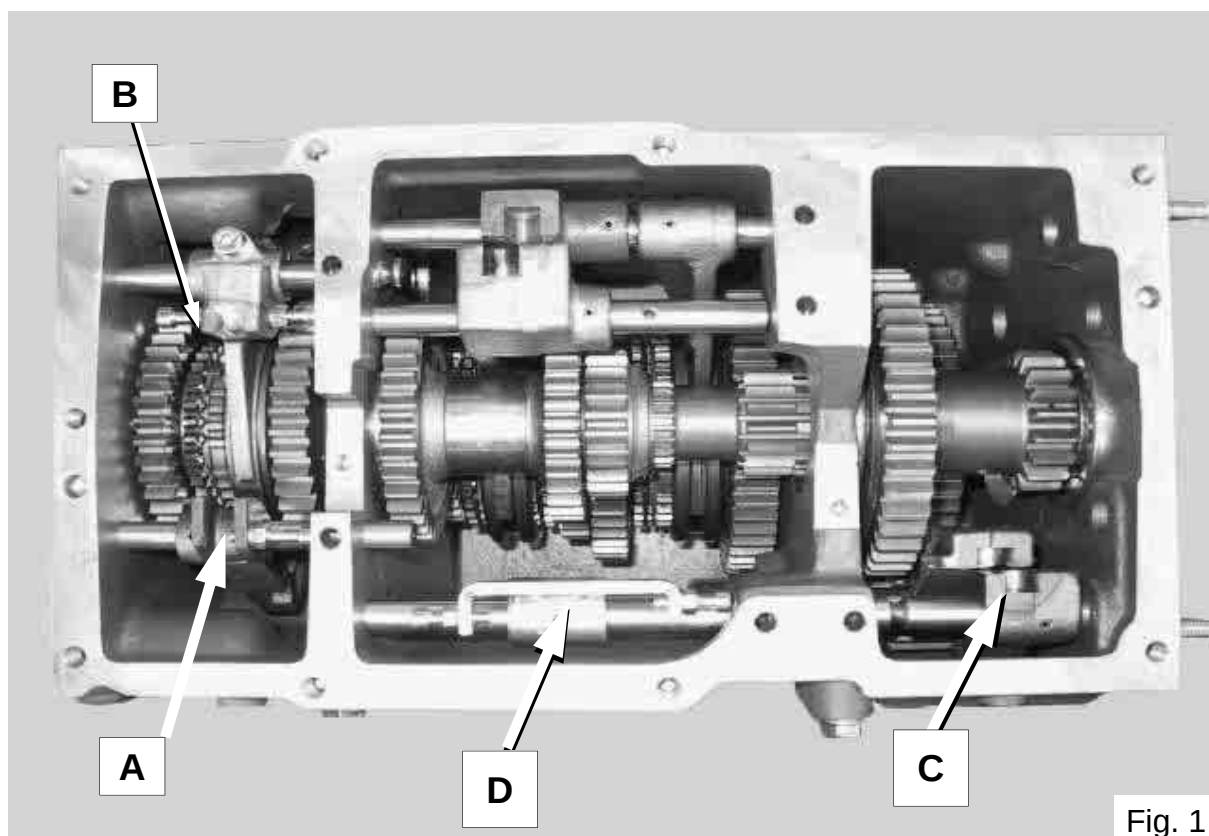

Fig. 1
La corsa libera del pedale deve risultare pari a 20 mm. La corsa totale del pedale è di 130 mm (fig. 1).
- Svitare la vite di registro **1** (fig. 1) per aumentare il gioco libero della leva, avvitarla per diminuirlo.
Facendo riferimento alla (fig. 1), i selettori indicati con la lettera **C** si trovano collocati come in figura per le macchine a leve laterali.
L'ingranaggio Z 29 di (fig. 2) viene comandato dalla forcella **A** di (fig. 1) e quando e' in posizione 5 e' selezionato l'inversore, mentre quando e' in posizione 3 e' selezionato il -20%.
La forcella **B** di (fig. 1) comanda la selezione o del -20% o dell'inversore a seconda della posizione della forcella **A** .